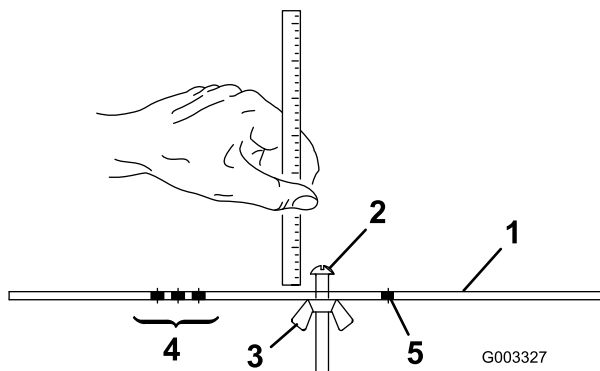

Figure 16
2. Desserrez l'écrou du gabarit (Figure 16) et tournez la vis de réglage de manière à obtenir la hauteur de coupe voulue. L'écartement entre la base de la tête de la vis et la face du gabarit correspond à la hauteur de coupe.